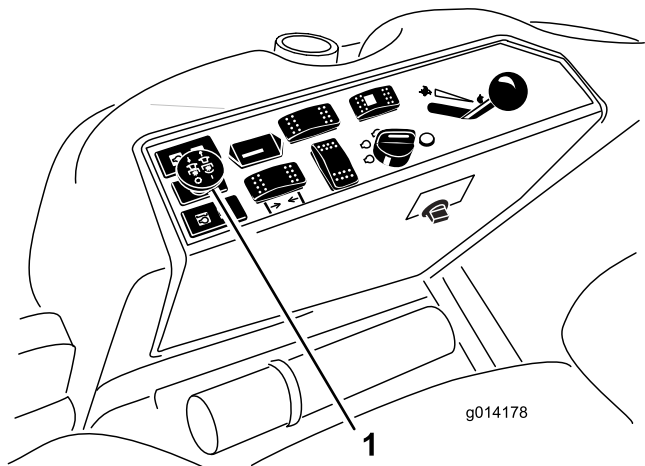

Figura 12
3. Innestate il comando della PDF alzandolo (Figura 12).